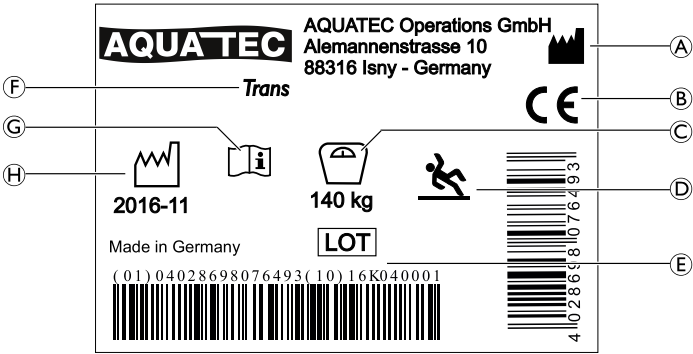

Fig. 2
2.2 Labels and symbols on the product (Fig. 2)
2.2 Schilder und Symbole auf dem Produkt (Abb. 2)